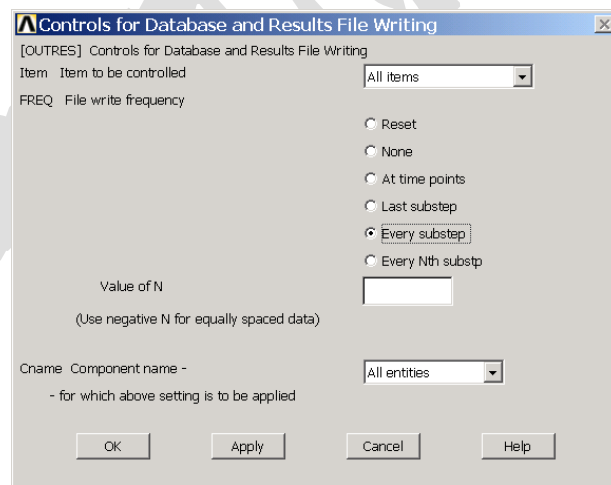

图11.40 结果输出选项
(27)单击 Main Menu>Preprocessor>Loads>Load Step Opts>Output Ctrl>DB/Results File 菜单，弹出如图 11.40 所示的对话框。选择【Every substep】单元按钮，然后单击【OK】按钮。